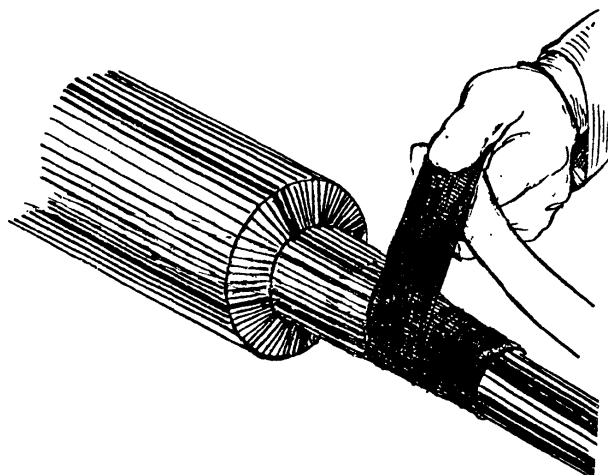

Рис. 4.1. Герметизация конуса муфты лентой ВМ
4.1.3. Приступают к намотке ленты ВМ. Для выравнивания перепада наружных диаметров оболочки и конуса муфты, обмотку начинают возле конуса, затем переходят на конус и его цилиндрическую часть. Заход на цилиндрическую часть должен быть не менее 50 мм от герметизируемого стыка. Поверх первого слоя наматывают второй в обратном направлении к кабелю, через конус на его оболочку на длину не менее 50 мм от герметизируемого стыка, потом в обратную сторону до цилиндрической части конуса. На рис. 4.1, 4.2 показана герметизация конуса муфты лентой ВМ. Стрелочками указаны направления обмотки.